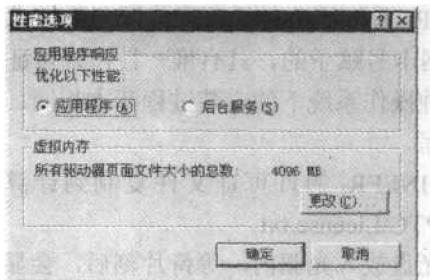

图 1.6 【性能选项】对话框
- (1) 同环境变量设置的(1)~(3)。
- (2) 在【系统特性】对话框中单击【性能选项】按钮，显示如图 1.6 所示的【性能选项】对话框。